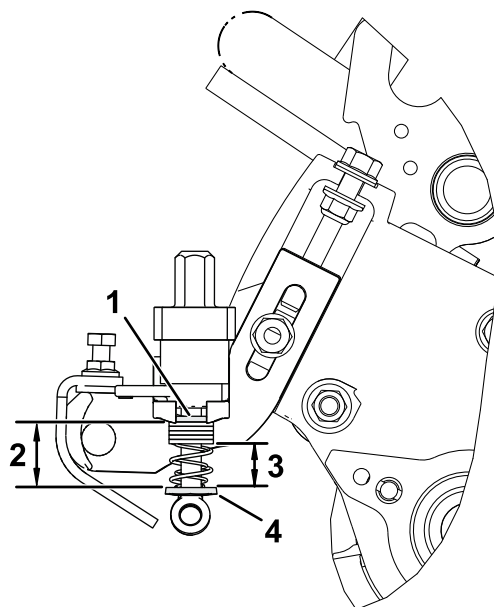

Figure 26
4. Mesurez la distance entre les rondelles (longueur actuelle du ressort), comme montré à la Figure 26.